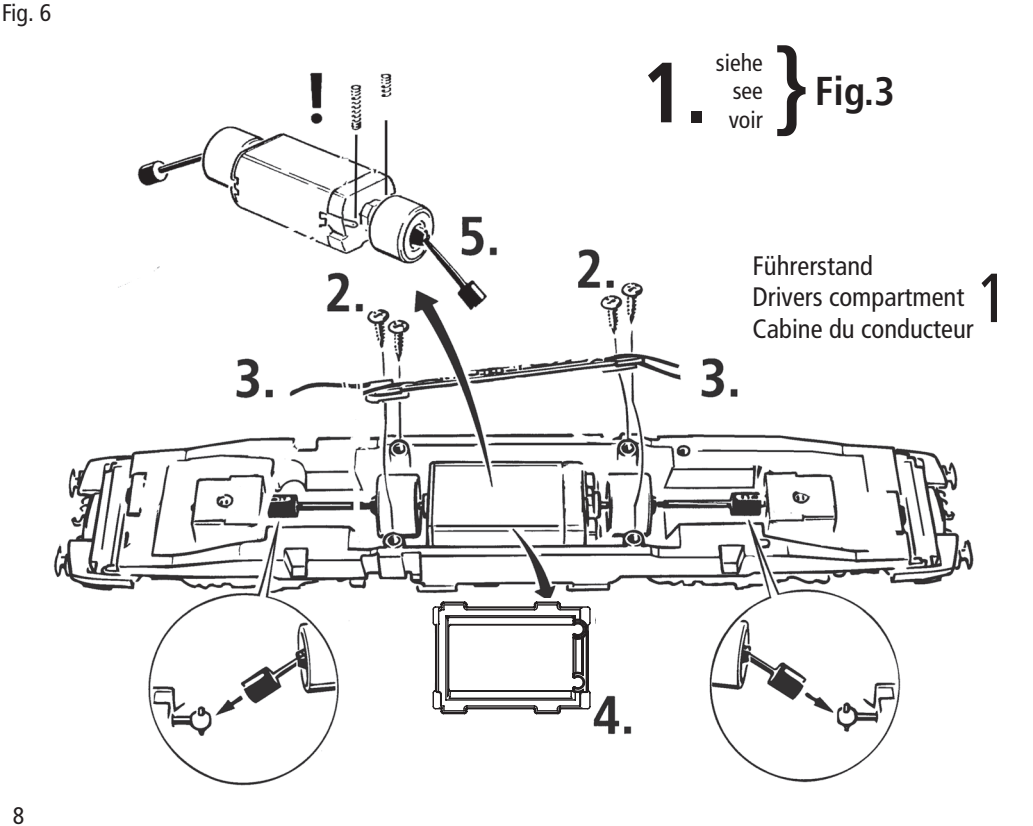

Fig. 7
3. Haftreifenwechsel: Zuerst den Getriebedeckel abnehmen (Fig. 4). Danach den **Radsatz** herausnehmen und die **Haftreifen** mit einer Nadel od. mit einem feinen Schraubendreher abziehen (Fig. 7). Beim Aufziehen der neuen Haftreifen darauf achten, dass diese sich nicht verdrehen.
3. Change of traction tyre: Remove the gear cover (fig. 4). Take out **wheel set** and remove **traction tyre** using a pin or a fine screwdriver (fig. 7). When pressing on the new traction tyre please **avoid twisting it**.
3. Échange des bandages d'adhérence: Démontez d'abord le **couvercle du carter des engrenages** des engrenages (fig. 4). Délogez ensuite les essieux bandagés et enlevez, à l'aide d'une aiguille ou d'un tournevis fin, les bandages d'adhérence (fig. 7). Lors du montage des nouveaux bandages veuillez veiller à ce que les bandages **ne soient pas tordu**.